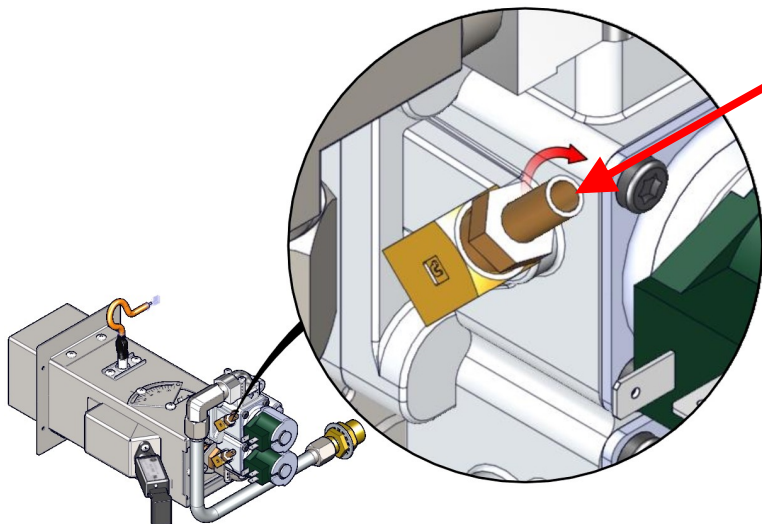

Figura 2
- Apretar el tornillo en sentido horario hasta que se ajuste (Figura 2)